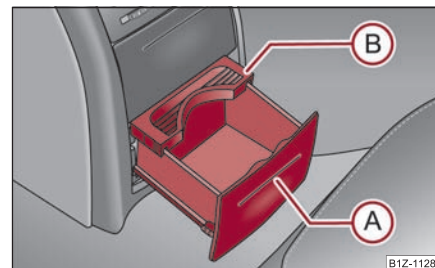

Fig. 110 Consola central trasera: Soporte de bebidas
- Presione el paramento en la zona (A) ⇒ fig. 110 - el soporte de bebidas saldrá hacia fuera.
- Ajuste el soporte de bebidas desplazando la placa de seguridad (B).